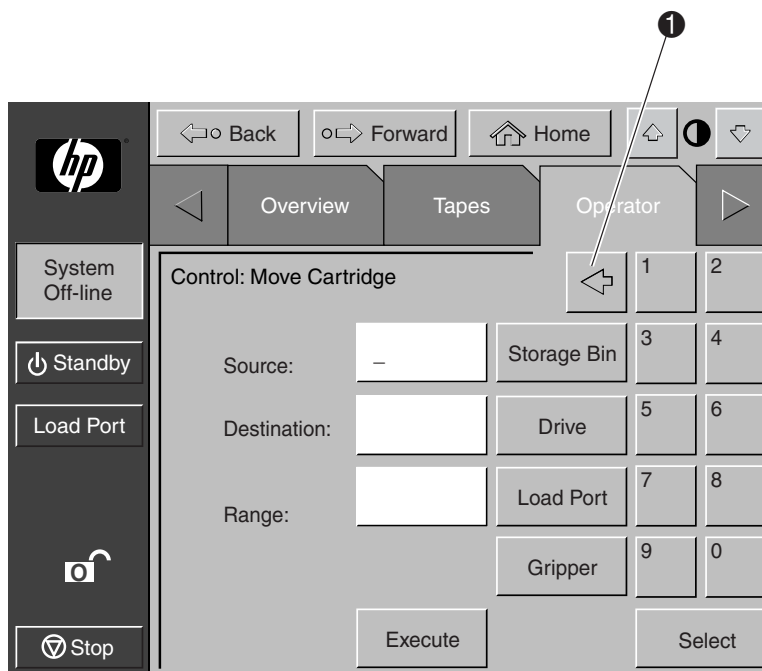

Figure 4-7 : Écran Control: Move Cartridge
1. Dans l'écran Operator (opérateur), appuyez sur le bouton **Move Cartridge** (déplacer la cartouche). Le panneau de contrôle affiche l'écran Control: Move Cartridge (commande : déplacer la cartouche), avec la zone d'entrée Source active (voir la figure 4-7).
REMARQUE : utilisez le bouton **Retour arrière** pour effacer une entrée partiellement, caractère par caractère (❶ figure 4-7).